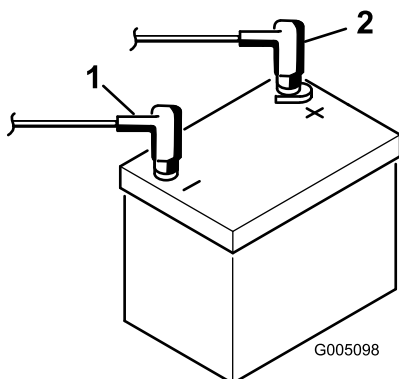

Figura 7
8. Instale o cabo positivo (vermelho) no terminal positivo (+) e o cabo negativo (preto) no terminal negativo (-) da bateria e fixe-os com os parafusos e as porcas (Figura 7). Coloque a protecção de borracha sobre o terminal positivo para evitar um curto-circuito.